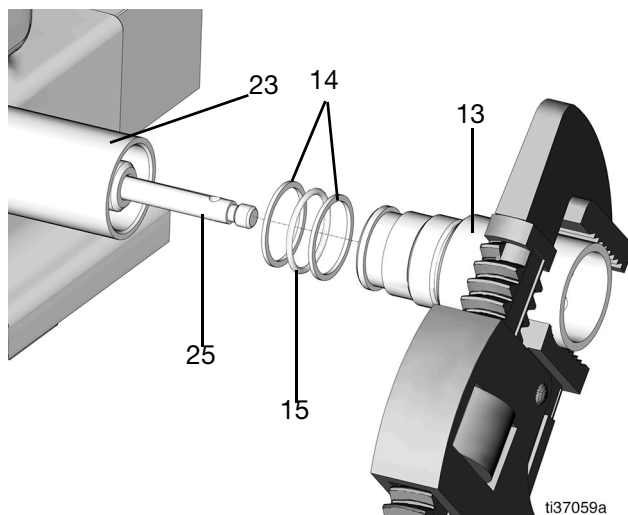

図 63
20. 2 つのシャベルチューブ (13) のバックアップリング (14) と O リング (15) を交換して、軽くグリースを塗ります (図 63)。
21. シャベルチューブ (13) を下ポンプチューブ (23) に配置して、締め付けます (32 ft-lb/43.4 N•m のトルク)(図 63)。